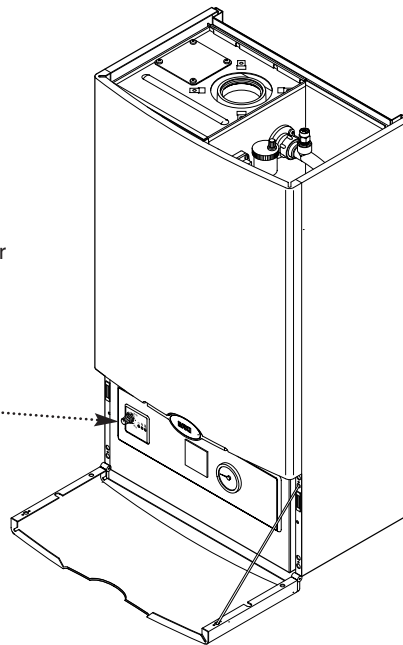

Fig. 8
2. Hinge the lower door panel down (Fig. 8).